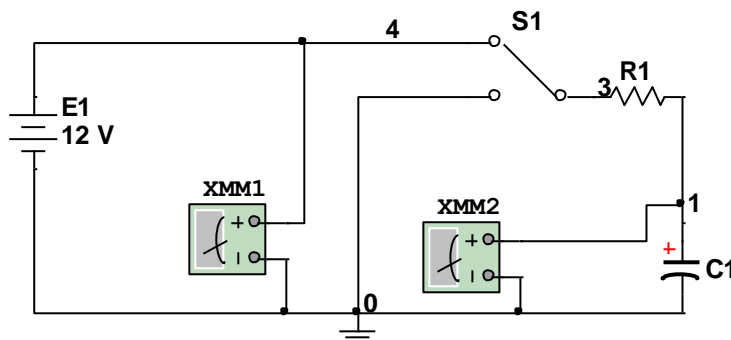

Рисунок 5.1 –Схема дослідної установки до ЛР10
1. Скласти схему згідно рис. 5.1.